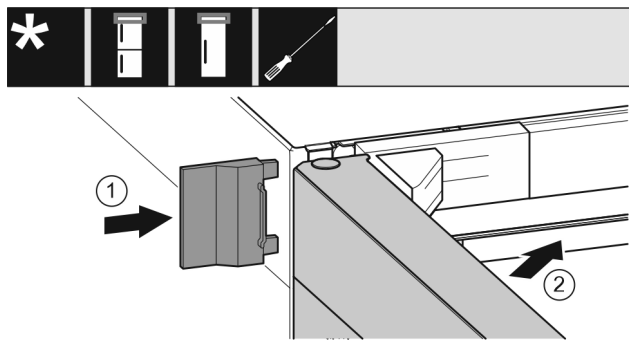

Fig. 20
- ▶ Nasuňte vnější kryt. Fig. 20 (1)
- ▶ Zavřete horní dveře. Fig. 20 (2)